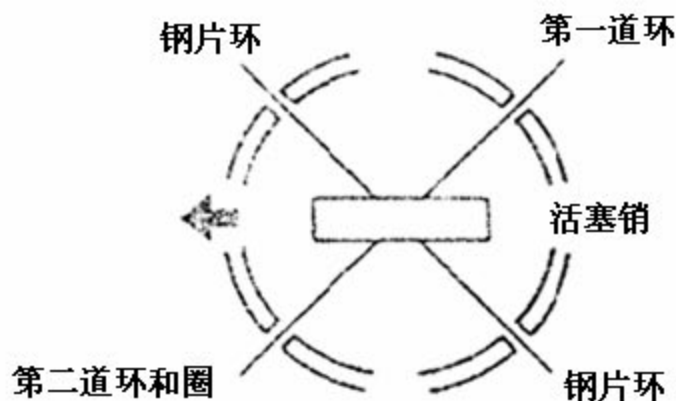

图 3-51
b) 如图 3-51 所示, 对准气环和油环 (钢片环和隔圈) 的开口间隙。